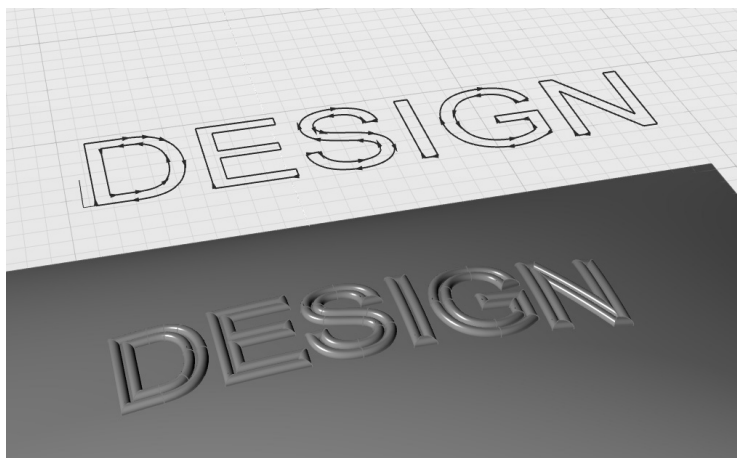

图 4-84 基于投影曲线绘制管道
4) 激活“管道”工具，当控制台提示“拾取剖面曲线”时，单击新建的曲线圆，按〈Enter〉键或空格键确认；当控制台提示“拾取挤出路径曲线”时，单击投影在表面上的文字曲线，获得结果如图 4-84 所示的三维 LOGO。